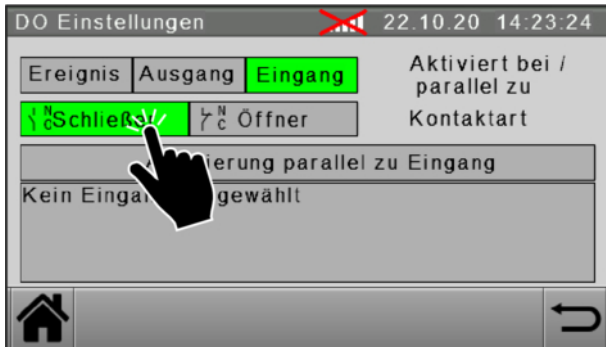

Abb. 85: DO Einstellungen - Eingang / Kontaktart
3. Kontaktart des Ausgangs wählen (siehe Abbildung 85).